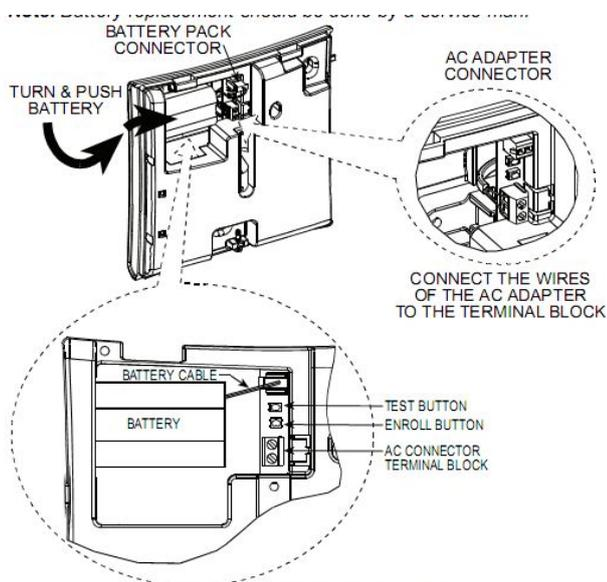

Figure 2 - Battery Pack Insertion
- B. 按中继器的注册按钮并释放它（见图2），橘红色的灯会闪烁10秒。